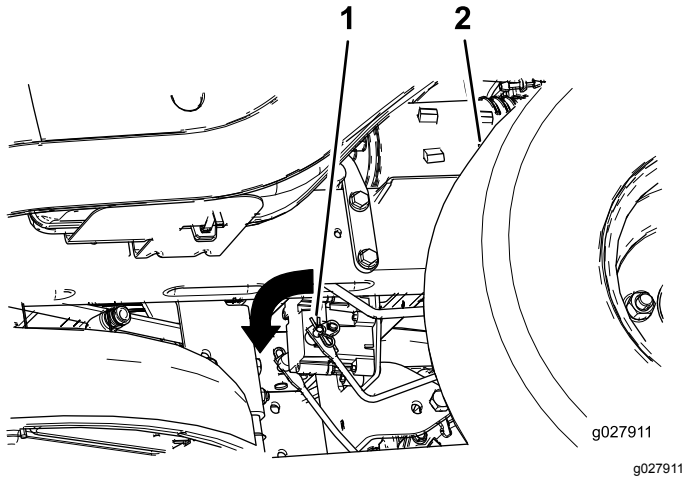

Figura 43
2. Localice el eje del freno eléctrico al que están conectados los brazos de enganche de los frenos (Figura 43).